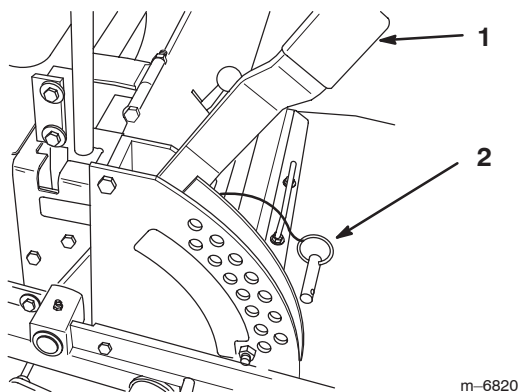

Figure 16
1. Relevez le levier de sélection de hauteur de coupe en position de transport (qui correspond aussi à la hauteur de coupe de 127 mm) (Fig. 16).
2. Pour changer de hauteur de coupe, retirez l'axe de chape du support de hauteur de coupe (Fig. 16).
3. Placez l'axe de chape dans le trou du support correspondant à la hauteur de coupe voulue (Fig. 16).